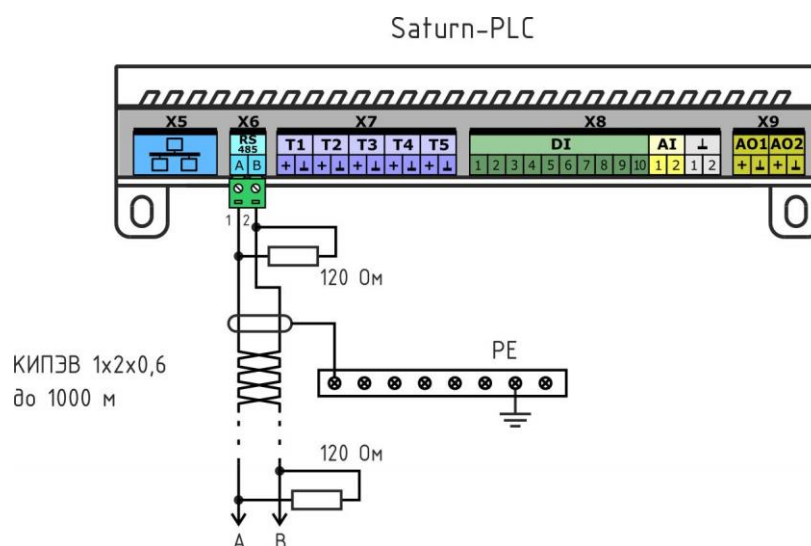

Рисунок 7 – Подключение интерфейса RS-485
16. Подсоединить к ответной части клеммного соединителя разъема X6 «под винт» кабель экранированный «витая пара» интерфейса RS-485 от внешнего устройства, соблюдая полярность (рисунок 7).